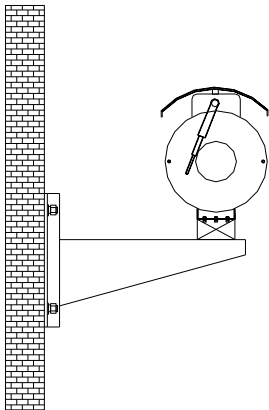

图 5-5 安装摄像机
- 1) 护罩垂直安装在云台旁侧板或固定支架的活动托架上。将外壳接地螺钉可靠接地，如图 5-5 所示。